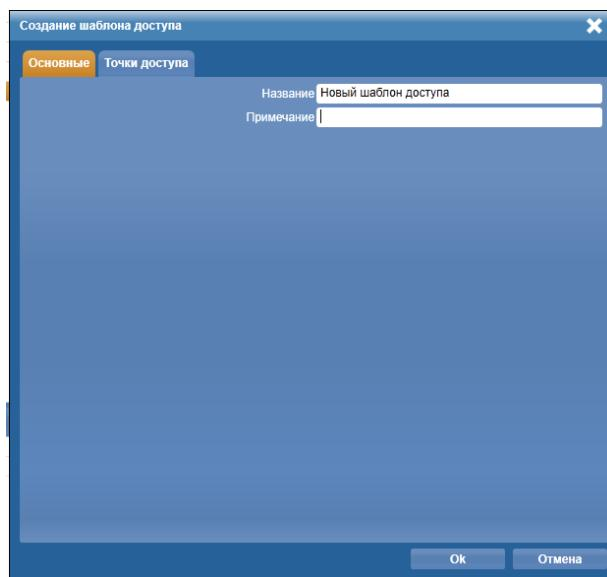

Рисунок 21. Окно **Создание шаблона доступа**, вкладка **Основные**
- На вкладке **Основные** (Рис. 21) ввести основные сведения о шаблоне доступа: **Название** шаблона доступа; при необходимости ввести **примечание** (отображается в списке шаблонов доступа);